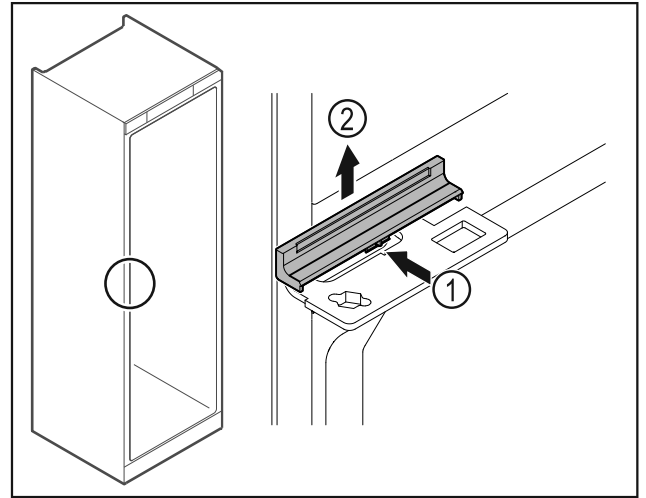

Fig. 47
- Appuyer légèrement sur le centre du cache Fig. 47 (1) et le retirer par le haut Fig. 47 (2).